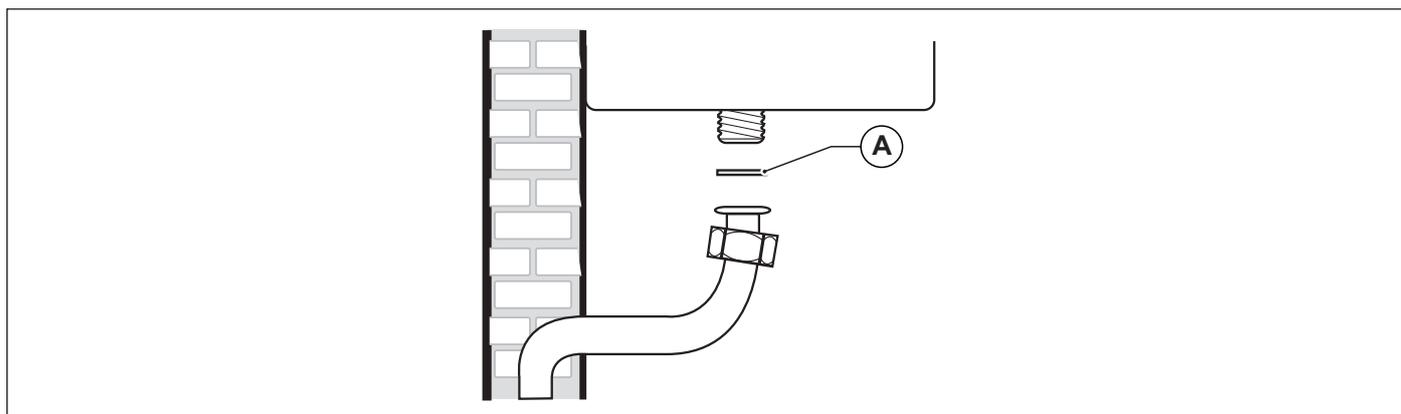

Fig. 8 Allacciamento alla rete del gas
E' **OBBLIGATORIO**, per collegare l'attacco gas della caldaia alla tubazione di alimentazione, interporre una guarnizione (A) a battuta di misure e materiali adeguati (vedi Fig. 8 Allacciamento alla rete del gas).